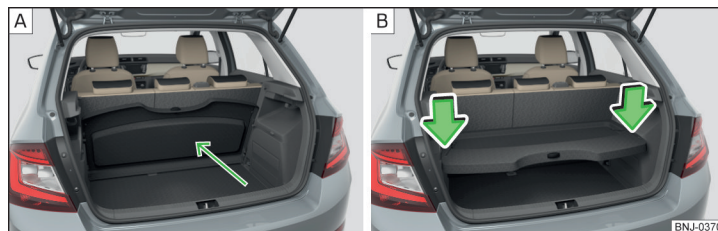

Fig. 109 Cappelliera: sistemata dietro i sedili posteriori / in posizione ribassata
» fig. 109 a pag. 87.
» fig. 109 - [A] o in posizione ribassata » fig. 109 - [B].
- » Premere sulla parte superiore della cappelliera nella direzione indicata dalla freccia » fig. 109 - [B].